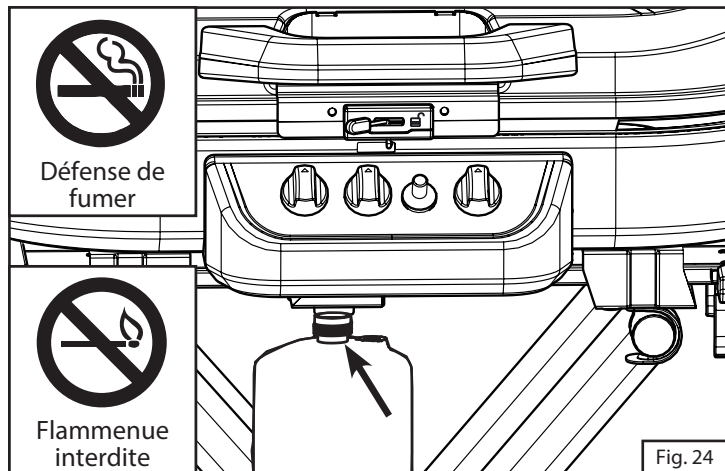

Fig. 24
3. Appliquez la solution savonneuse aux raccords indiqués par les flèche. (Fig. 24) S'il se produit des bulles à ces endroits, il y a une fuite.